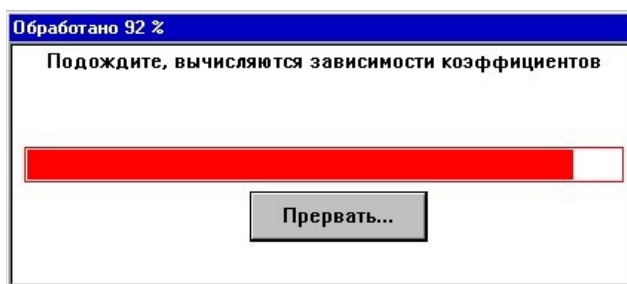

Рисунок 16.12 Расчет поверхности
1. Производится расчет поверхности (рисунок 16.12).